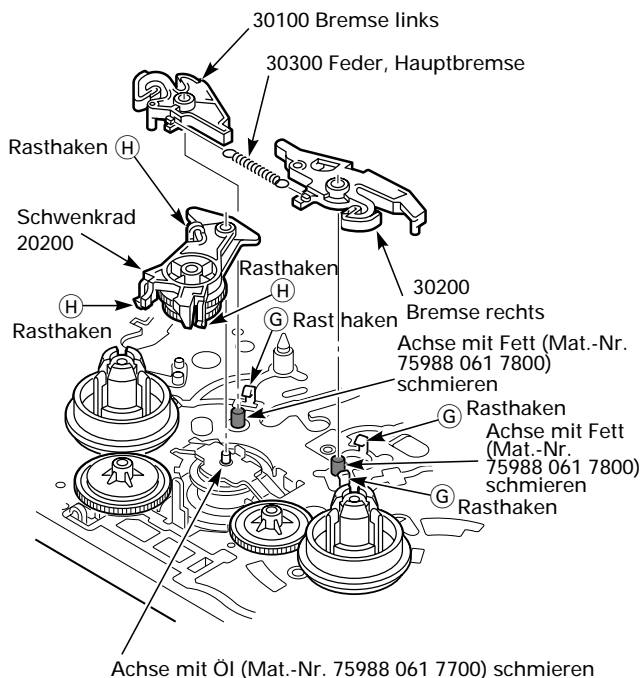
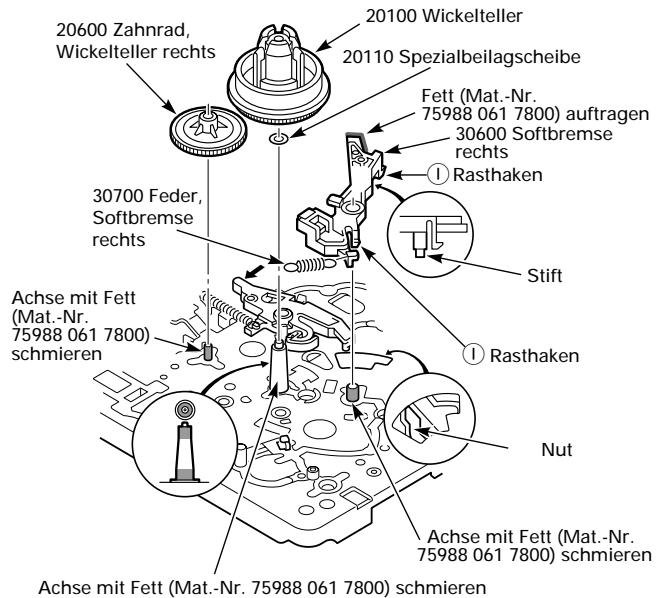
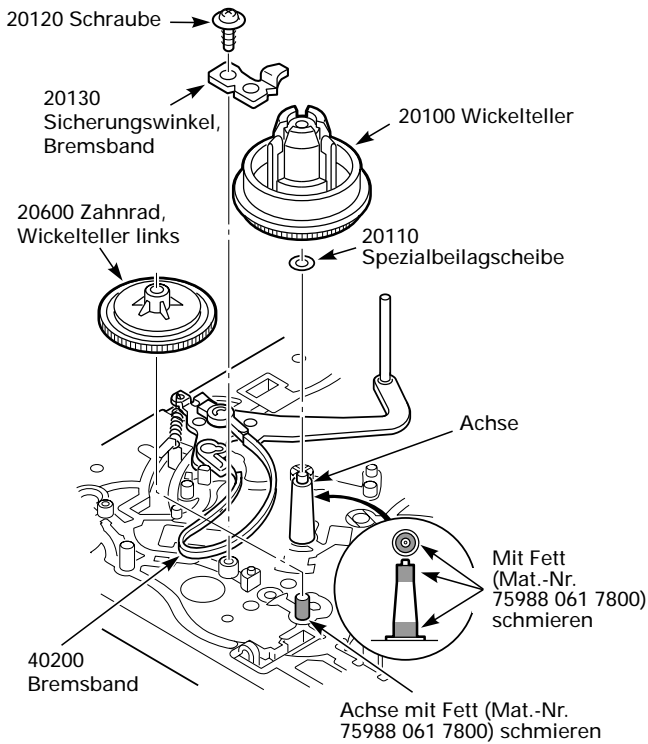

Fig. 8.17
Fig. 8.19
Fig. 8.20
- Feder der Hauptbremsen (Pos. 30300) aushängen, Rasthaken ⓐ ausrasten und Bremsen (Pos. 30100 und 30200) herausnehmen (Fig. 8.17).
- Rasthaken ⓑ ausrasten und Schwenkrad (Pos. 20200) herausnehmen (Fig. 8.17).
- Feder (Pos. 30700) aushängen, Rasthaken ⓐ ausrasten und Softbremse (Pos. 30600) herausnehmen (Fig. 8.19).
- Schmierhinweise in den Fig. 8.17 – Fig. 8.19 beachten!
- Rechten Wickelteller (Pos. 20100) abnehmen (Fig. 8.19).
- Linken Wickelteller (Pos. 20100) abnehmen (Fig. 8.20).
- Verwenden Sie zum Schmieren der Wickeltellerachsen ausschließlich das Schmiermittel mit der Materialnummer **75988 061 7800** und beachten Sie die Schmierhinweise in Fig. 8.19 und Fig. 8.20 !